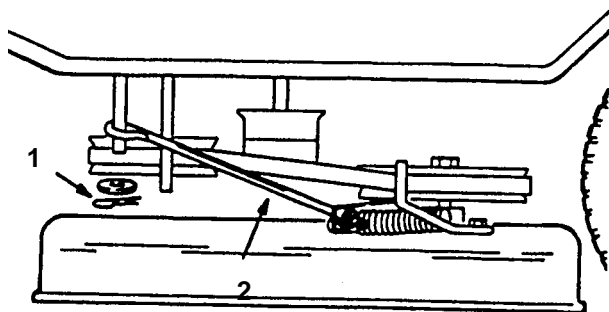

Fig. 45
9. Avvolgete il cavo di comando della lama attorno ai due rullini di guida ed agganciatene l'estremità nella leva di rinvio sul tosaerba (Fig. 45).
2. Allentate i bulloni di montaggio dei guidacinghia ed allontanate questi ultimi dalla puleggia (Fig. 45).